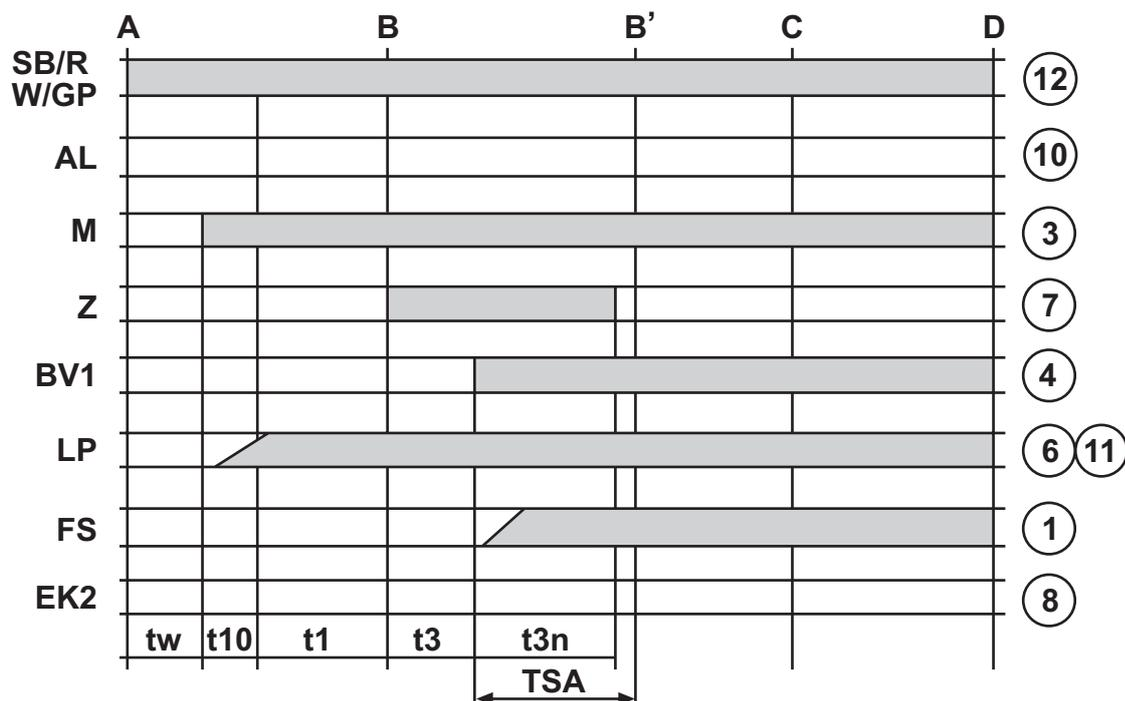

fig. 13
- Le fonctionnement démarre selon le diagramme donné en fig. 13.